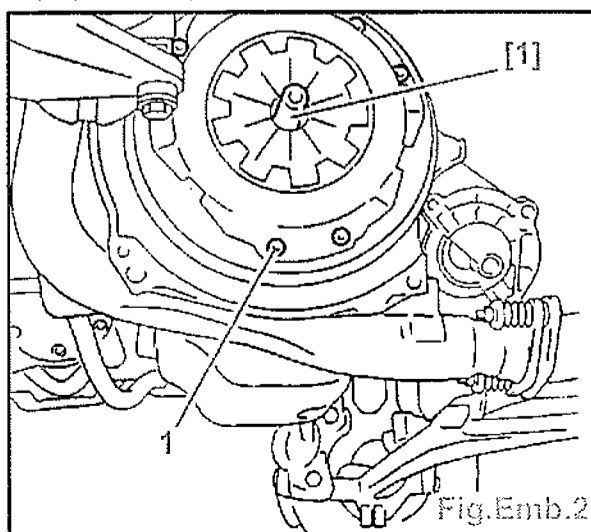

Fig.Emb.2
- le disque d'embrayage (3),
- le mécanisme d'embrayage (2).
- Centrer le disque d'embrayage à l'aide du mandrin de centrage embrayage [1] (Fig.Emb.2).